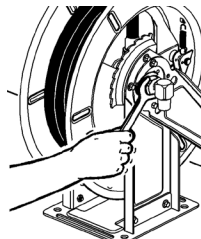

FIG 2
2. Loosen the swivel joint. Fig.2.
2. Lossa sviveln från rullen. Fig. 2.
- Loosen the swivel joint. Fig. 2.
- Lossa sviveln från rullen. Fig. 2.